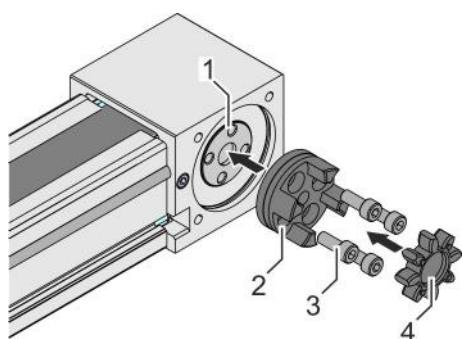

Fig. 17: Montar el buje atornillado
1. Coloque el buje atornillado (Fig. 17/2) del acoplamiento sobre el eje de la correa dentada (Fig. 17/1).
2. Apriete 4 tornillos (Fig. 17/3) en cruz por etapas.
3. ➤ Coloque la corona (Fig. 17/4) en el buje atornillado (Fig. 17/2).